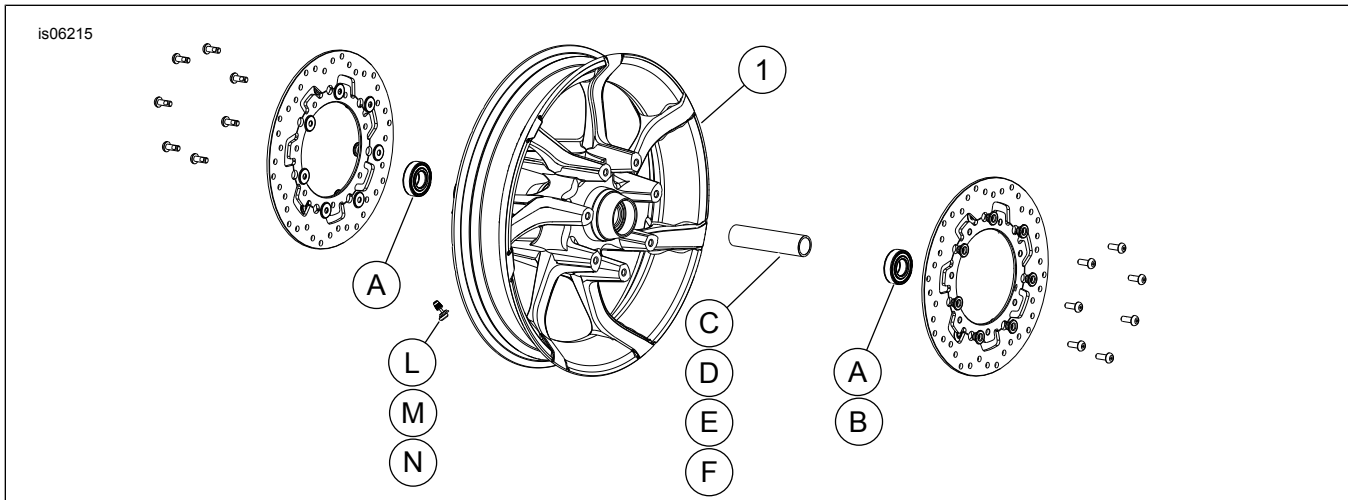

Figure 1. Pièces de rechange : Roues avant Agitator (modèle 19 pouces illustré)
Consultez Figure 1 et les tableaux des pièces de rechange.
2. Consultez Figure 1 . Installez l'assemblage du corps de valve (L) sur la roue. Consultez le manuel d'entretien.